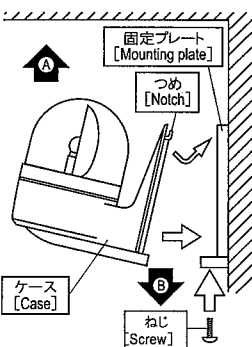

図3 ねじ(ボルト)、ナットを使用した取付例
① 壁面への取付け(図3参照) [Installation to a wall surface(Refer to figure 3)]
[Figure 3 Mounting example]